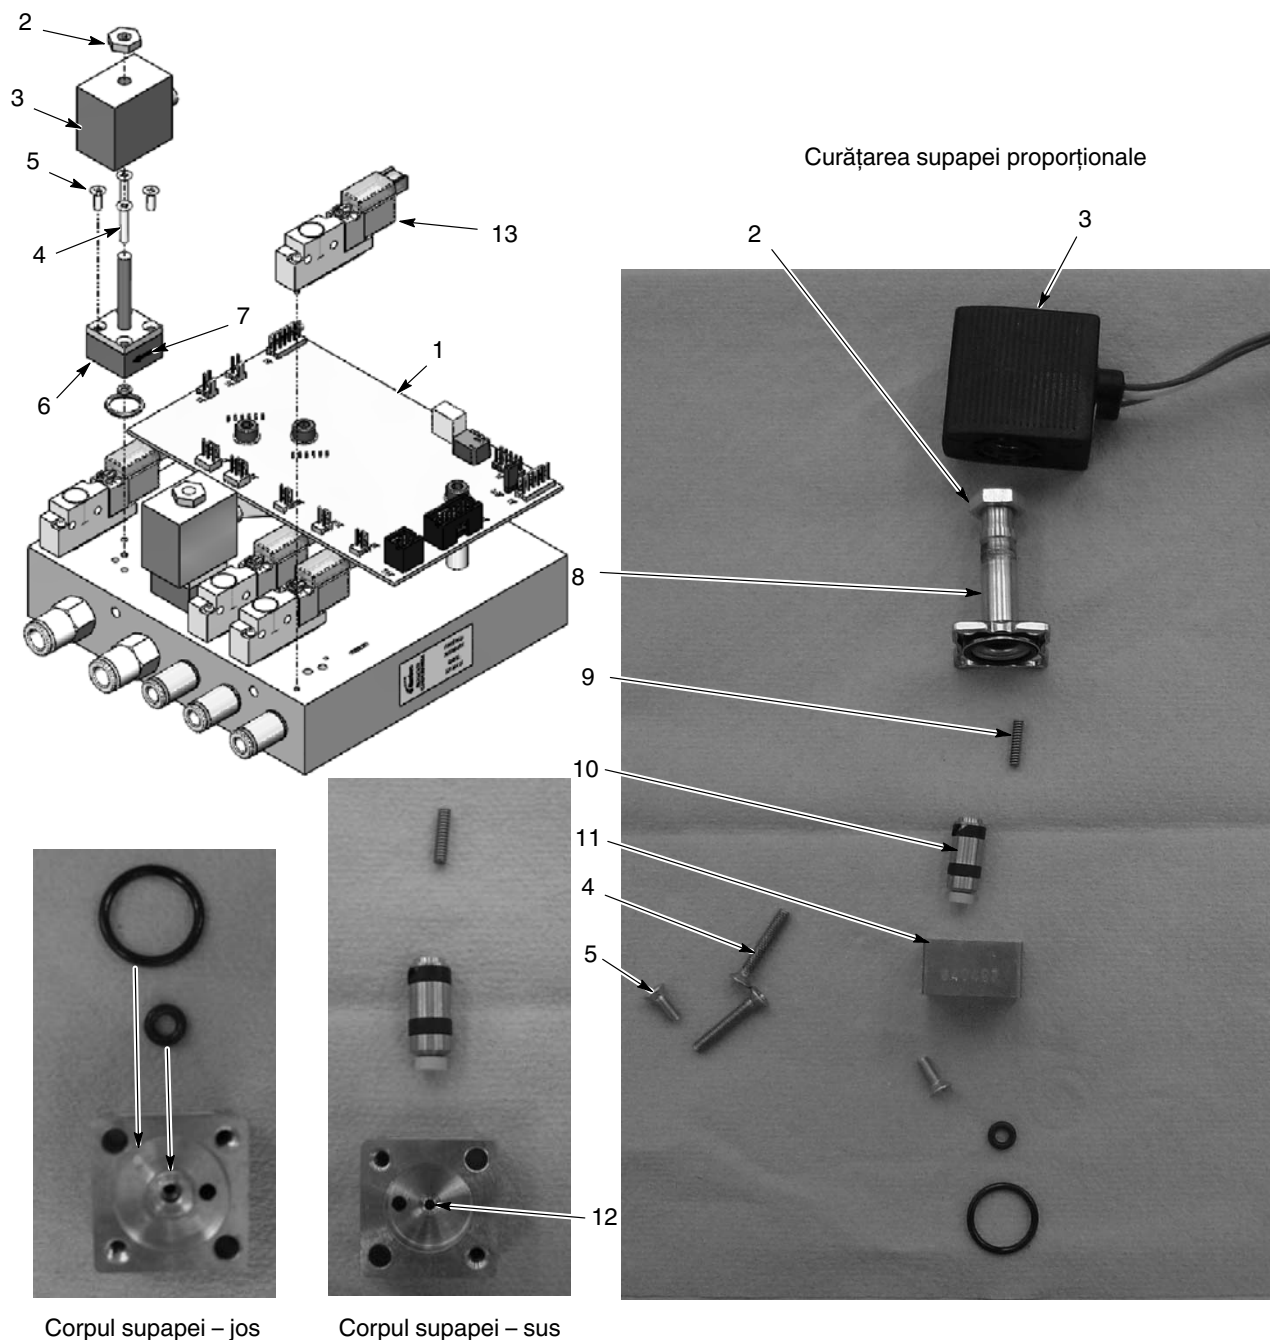

Figura 6-3 Repararea modului iFlow – Înlocuirea supapei electromagnetice și curățarea sau înlocuirea supapei proporționale
Vezi Figura 6-3. Pentru a demonta supapele electromagnetice (13), scoateți cele două șuruburi din corpul supapei și ridicați supapa de pe colector.
Vezi Figura 6-3. Alimentarea cu aer murdar poate conduce la defectarea supapei proporționale (6). Respectați aceste instrucțiuni pentru dezasamblarea și curățarea supapei.
1. Deconectați înfășurarea bobinei (3) de la placa de circuite (1). Scoateți piulița (2) și bobina de la supapa proporțională (6).
2. Scoateți cele două șuruburi lungi (4) și cele două șuruburi scurte (5) pentru a demonta supapa proporțională de la colector.
Vezi Figura 6-3. În cazul în care curățarea supapei proporționale nu corectează problema de debit, înlocuiți supapa. Înainte de a monta o nouă supapă, demontați capacul de protecție de la partea inferioară a corpului supapei. Aveți grijă să nu pierdeți inelele O sub capac.